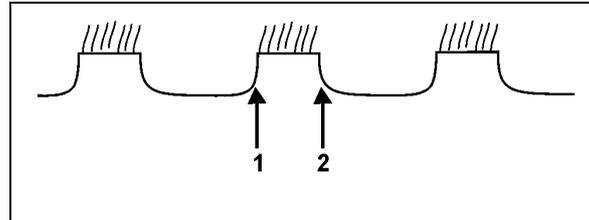

Fig. 21
- (Fig. 21): 1. Scheibenreihe nach rechts versetzen und erneut kontrollieren.